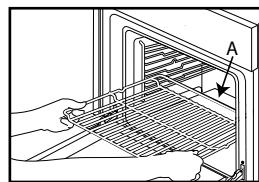

Fig. 1
- Sett risten vannrett inn, slik at den opphøyde delen "A" peker opp (Fig. 1).